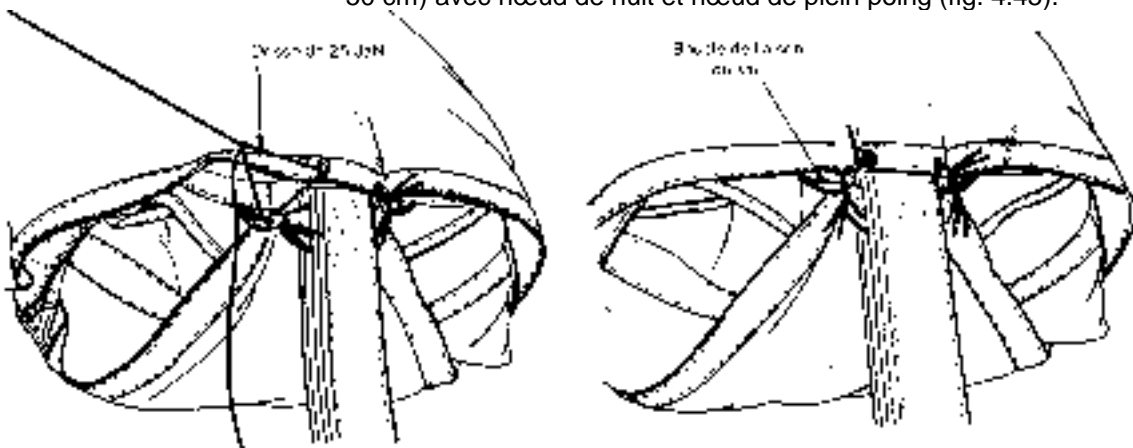

Fig. 4.45 - Fixation du rabat de protection (suite)
- les œillets du rabat de protection des suspentes aux boucles correspondantes du sac par un tour de drisse polyamide de 25 daN (2 x 50 cm) avec nœud de huit et nœud de plein poing (fig. 4.45).
- Rentrer au moyen d'une spatule le rabat d'obturation de fenêtre (fig. 4.45)